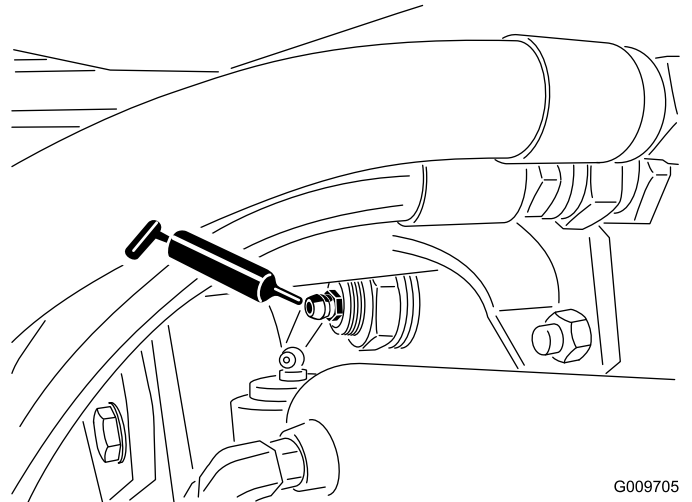

Figura 44
- Otočná pouzdra zadní nápravy (2), viz Figura 44.